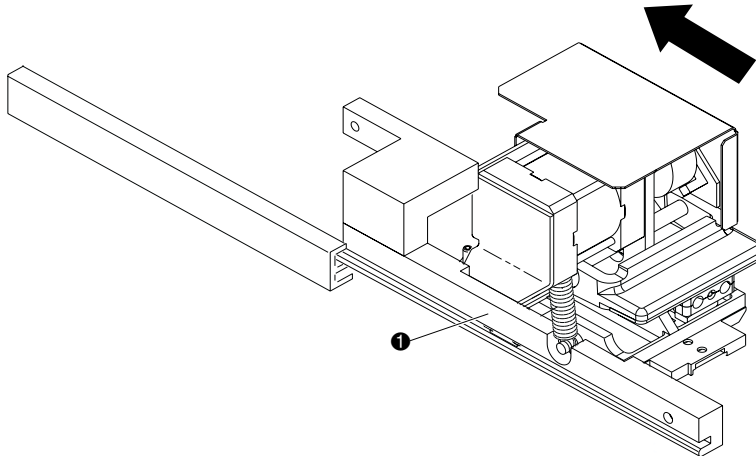

図4-23: Gripper固定具の再インストール
1. Gripperを手前に完全に引き出してください（図4-23を参照）。
2. 図4-23に示す位置と同じ位置になるようにGripper固定具①をフォロアガイドに挿入します。